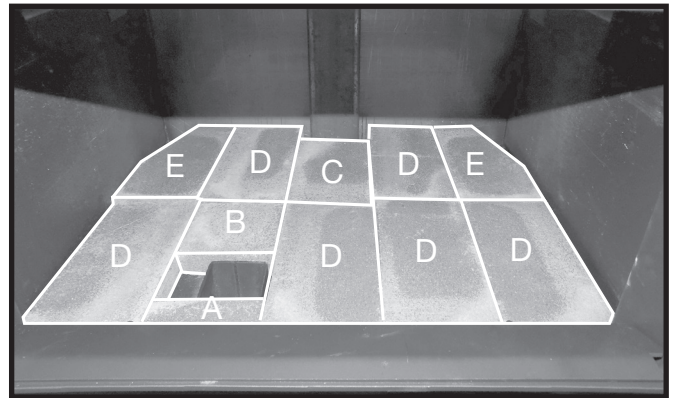

Figure 11: Briques de plancher complétées.
- Sur les unités avec une décharge de cendre, placez 4 briques "D" le long de la première rangée; 3 briques d'un côté de la décharge de cendres et 1 brique de l'autre côté. Utilisez les briques "A" et "B" pour remplir la zone autour de la décharge de cendres (Figure 11).